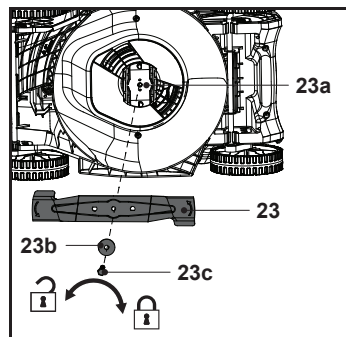

Fig. 20
5. Remplacer la lame de coupe (23) par une neuve de même type. Vérifier d'abord l'état du support de lame (23a) sur la broche, fixer la lame de coupe (23) sur le support de lame (23a) en l'alignant sur les motifs du support de lame (23a), puis fixer l'ensemble avec la rondelle cuvette (23b) et le boulon de fixation (23c) et serrer manuellement.
6. Maintenir fermement la lame de coupe (23) avec une main gantée et/ou un bâton, serrer le boulon de fixation (23c) dans le sens horaire à un couple de 25Nm min., 35Nm max. pour garantir le fonctionnement sûr de la machine (Fig. 20).